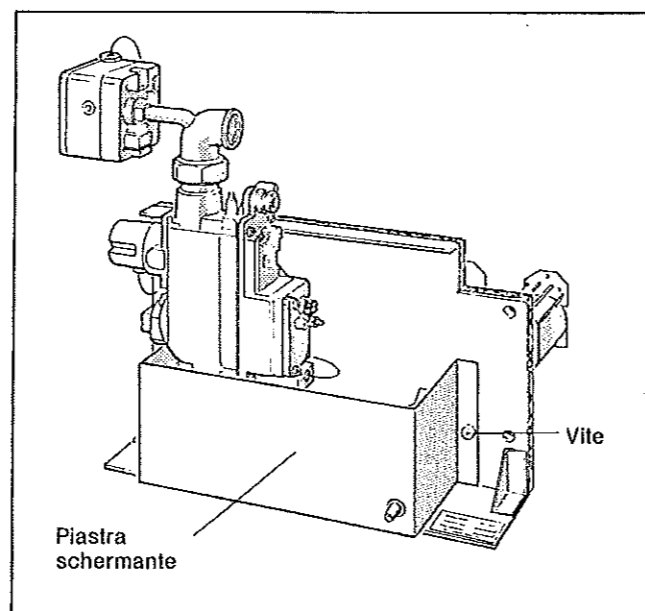

Fig. 22: Bruciatore G_224 L, Versione gas città
- ⊛ Nel caso della versione gas città, svitare la piastra schermante (Fig. 22).